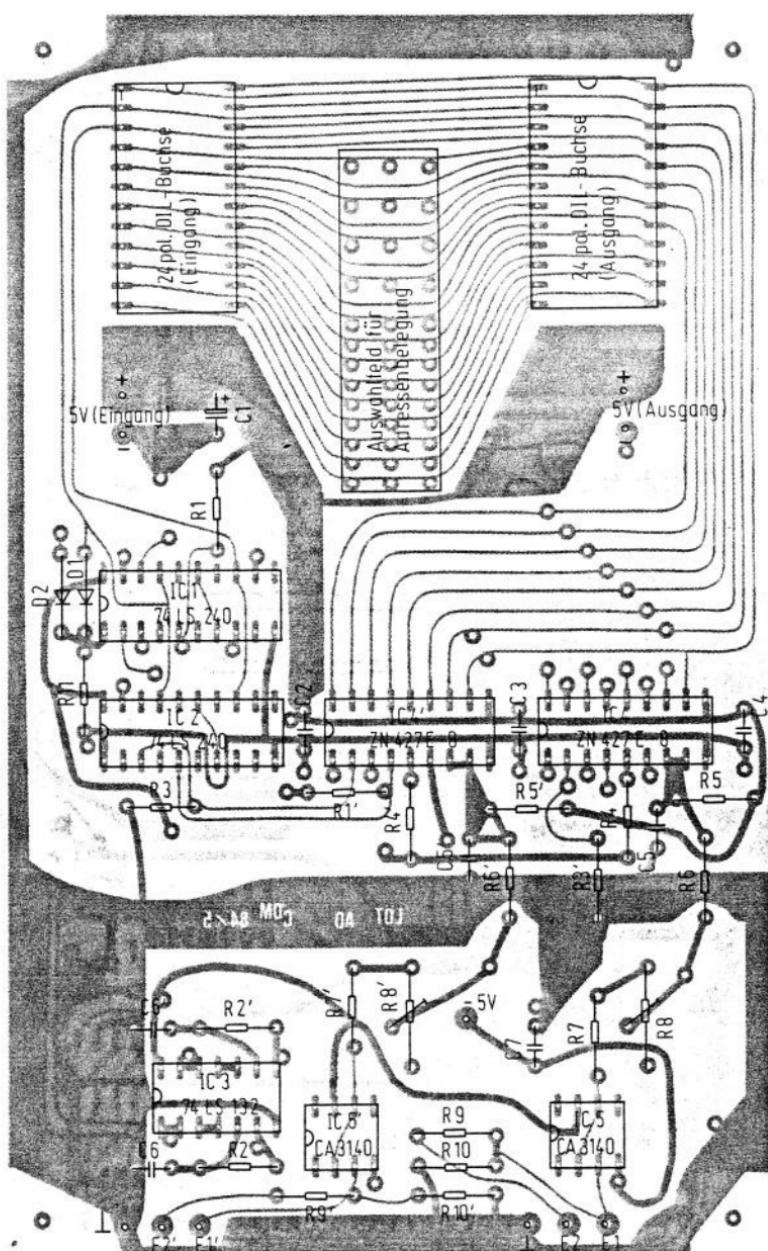

Abb. 4.17 Bestückungsplan (A/D-Wandler)
*Abb. 4.15 (System I) und Abb. 4.16 (System II)* bringen das Platinenlayout für die Wandler-Karte, in *Abb. 4.17* sind Bestückungsplan und Stückliste zu sehen. Die Karte für System II enthält zusätzlich noch die Adreßdekodierung. Außerdem wird hier die negative Versorgungsspannung über die Anschlußleiste zugeführt, so daß der entsprechende Steckstift auf der Platine entfällt.